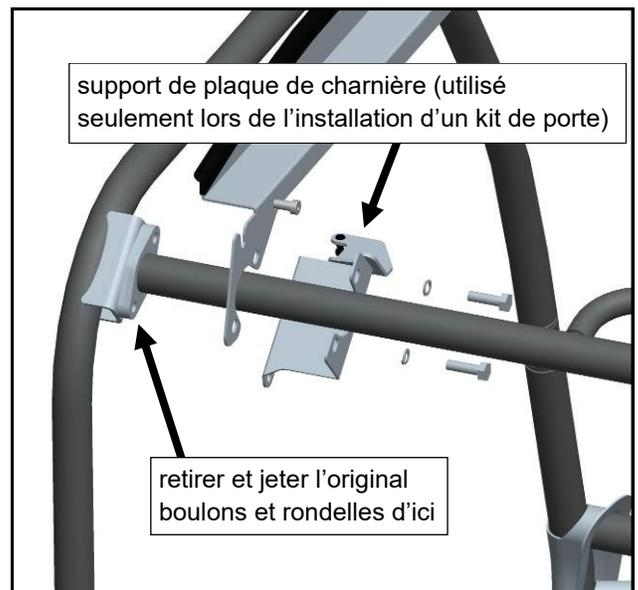

Fig. 1.3 (vue du coin arrière intérieur du côté du conducteur)
- 1.3 Si vous n'installez pas un kit de porte, vous n'aurez pas la monture de plaque de charnière. Si vous installez un kit de porte en ce moment, orientez et installez le support de plaque de charnière du kit de porte comme indiqué dans la figure 1.3. Attachez l'arrière de la monture supérieure à l'aide des nouveaux boulons (M10 x 1,25 x 35 mm de long) et des laveuses à ressort fendue (M10). Faire preuve de prudence pour éviter d'enfiler les soudures. Démarrez l'engagement du thread à la main.